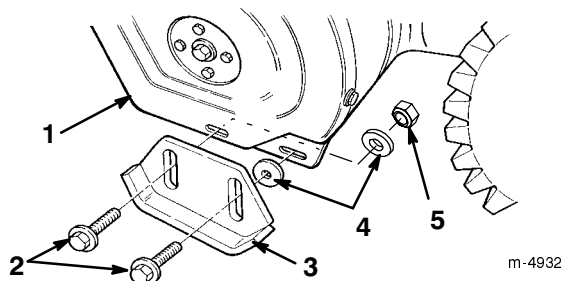

Figure 10
3. Enlevez les deux boulons à embase et les deux rondelles plates qui fixent chaque extrémité de la lame racleuse aux plaques latérales (Fig. 10).
5. Introduisez une rondelle **entre chaque patin et plaque latérale** (Fig. 10). Ne serrez pas les boulons.
7. Introduisez une rondelle et un contre-écrou **derrière (à l'intérieur de) la plaque latérale** (Fig. 10). Ne serrez pas les boulons.